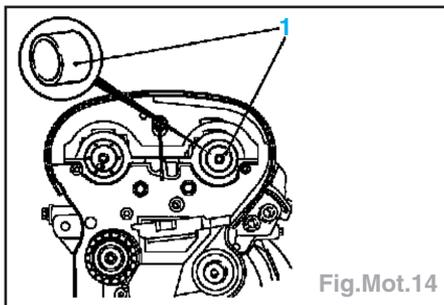

Fig.Mot.14
Nota : Enduire légèrement la lèvre du nouveau joint d'étanchéité avec de la graisse silicone et la mettre en place avec l'outil KM-422 (1) en utilisant une vis et une rondelle d'arbre à cames (Fig.Mot.14).